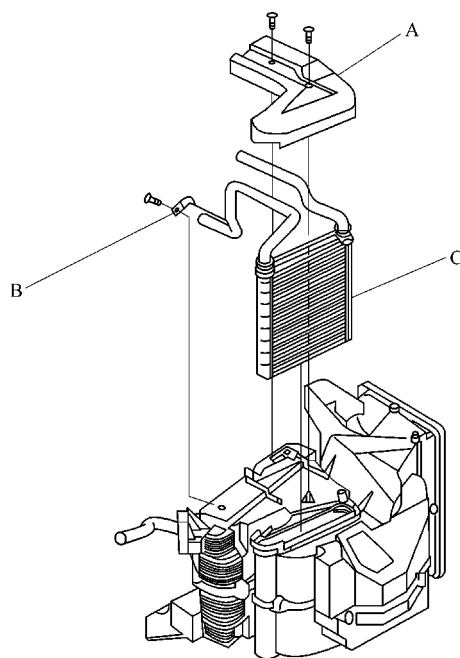

图 7-13 取下加热器芯
10) 如图 7-13 所示, 拆下自攻螺钉和管盖 A。拆下自攻螺钉和管卡夹 B, 然后小心地拉出加热器芯 C 以免弯曲进液管和出液管。
① 不要互换加热器进口和出口软管, 并牢固安装软管卡夹。
- ② 调节空气混合控制拉索、模式控制拉索和内循环控制拉索。
- ③ 给冷却系统重新加注发动机冷却液。
- ④ 确保没有冷却液泄漏。
- ⑤ 确保制冷系统没有空气泄漏。
- ⑥ 给系统加注制冷剂。